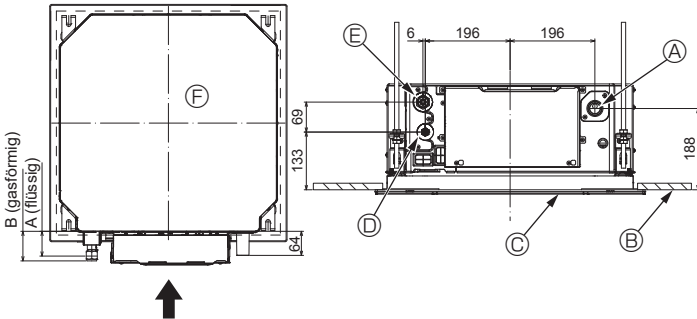

Fig. 5-7
5.4. Lage der Kältemittel- und Auslaufrohrleitung (Fig. 5-7)